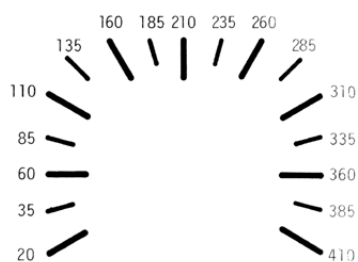

Fig. 10 Termometro del forno
- Controllare la temperatura del forno mediante il termometro del forno. La temperatura indicata ha valore orientativo, il termometro ha una inerzia di risposta alle fluttuazioni della temperatura – Fig. 10.